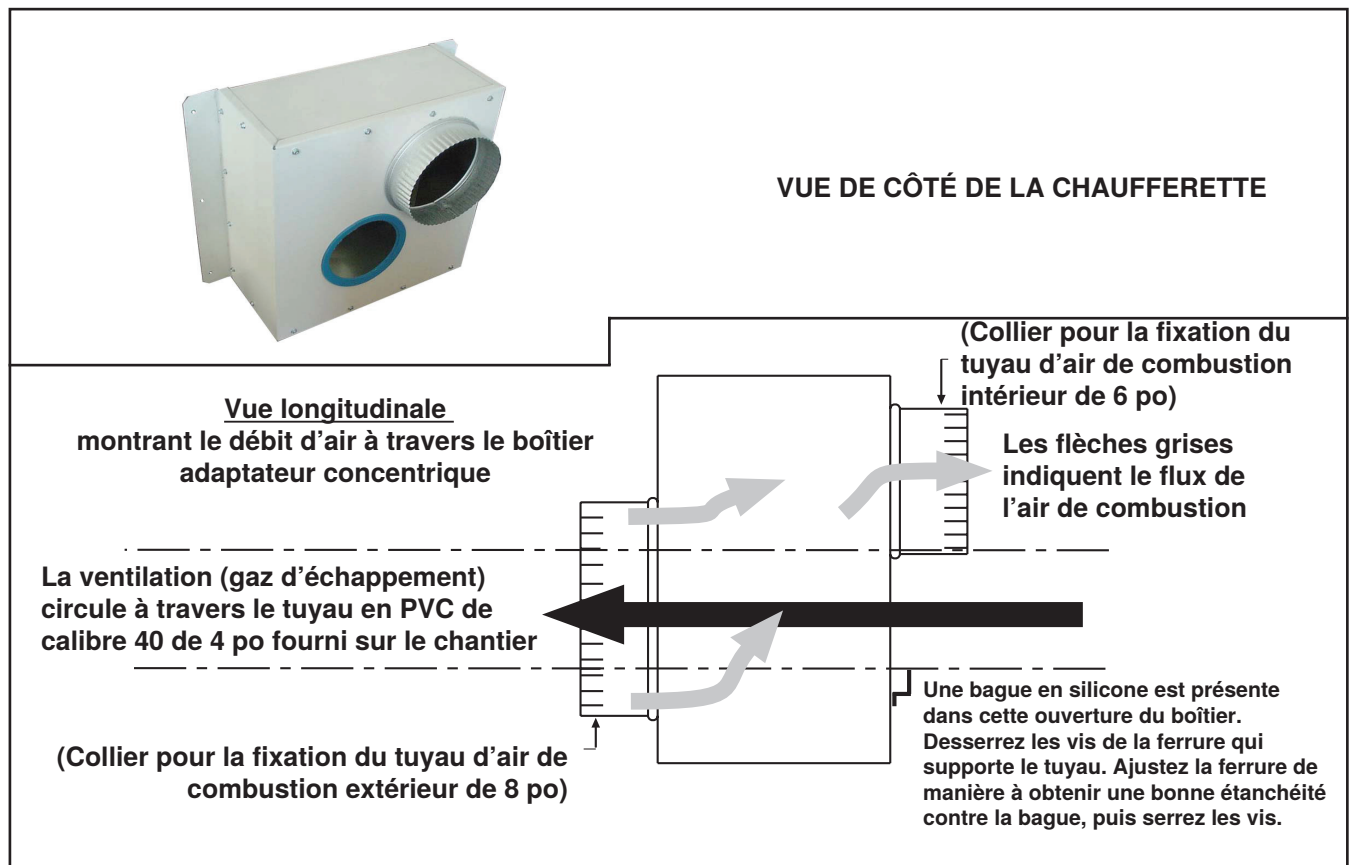
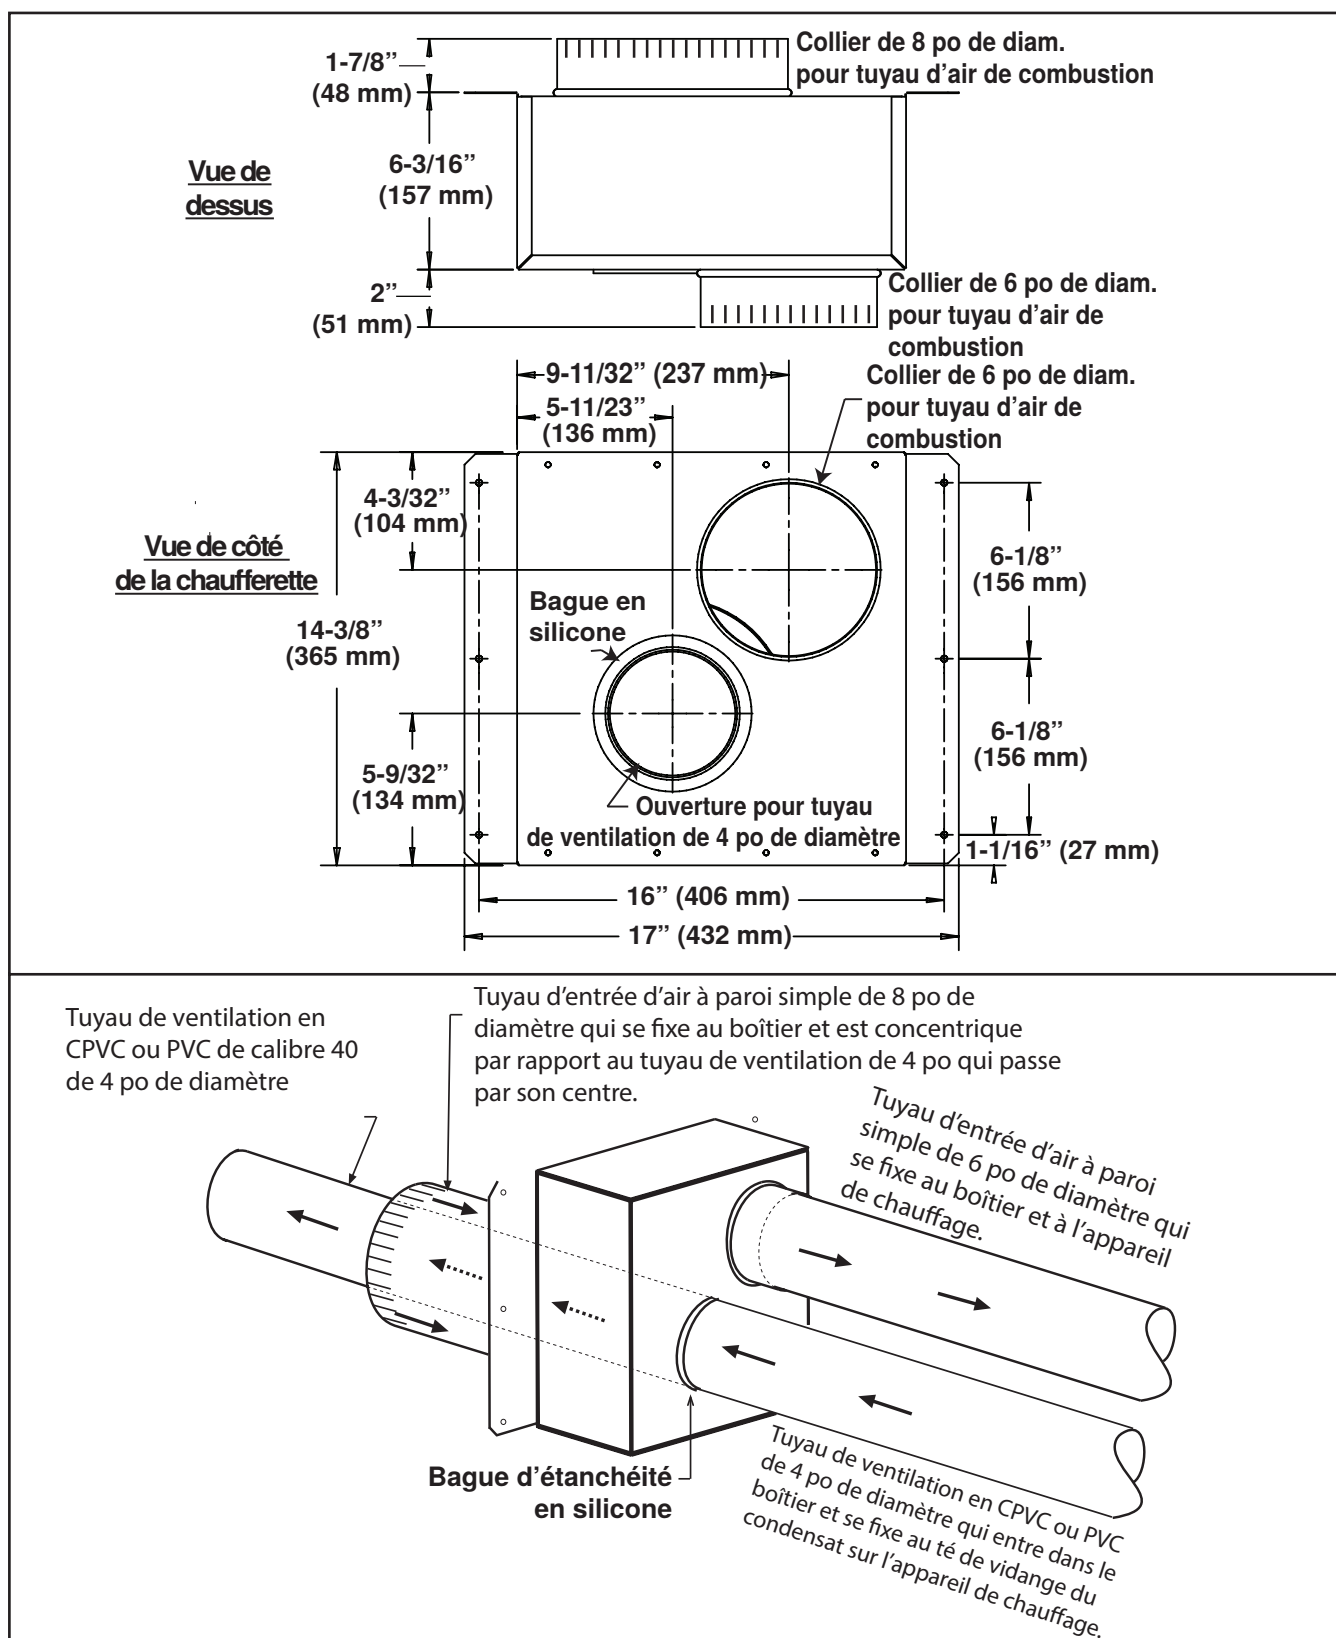

Figure 10. Boîte d'adaptation concentrique
Figure 11. Dimensions et connexions du boîtier adaptateur concentrique
- Le boîtier d'adaptation concentrique est illustré à la Figure 10. Les dimensions et les connexions sont illustrées à la Figure 11.